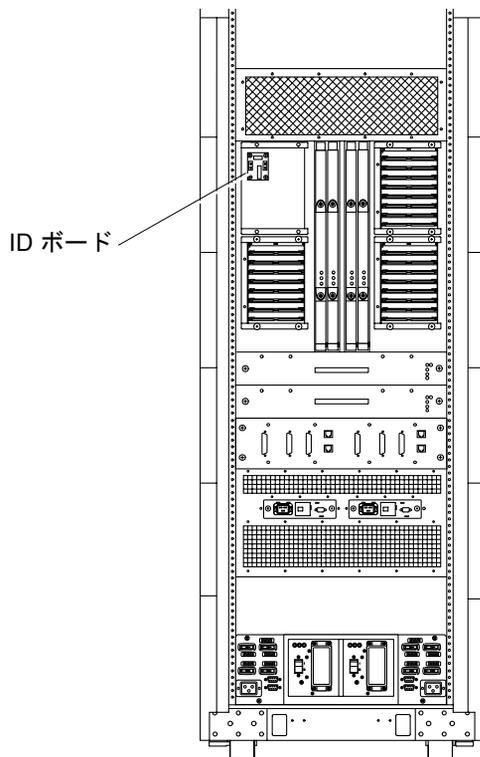

図 11-22 センタープレーンからの ID ボードの取り外し — Sun Fire E6900 システム
5. I/O アセンブリを取り外したあとの開口部で、ID ボードの端を持ってセンタープレーンから ID ボードを取り外します (図 11-22)。
2. I/O アセンブリを取り外したあとの開口部で、センタープレーンのコネクタに ID ボードを取り付けます (図 11-22)。